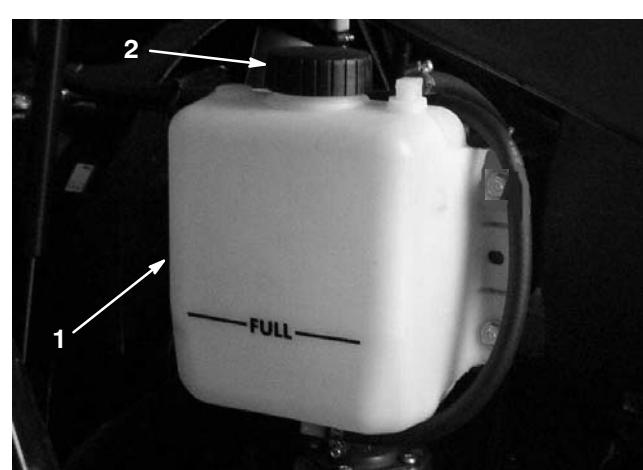

Figure 8
2. Vérifiez le niveau du liquide de refroidissement dans le vase d'expansion (Fig. 8). Le vase d'expansion doit être rempli jusqu'au repère du plein (FULL).